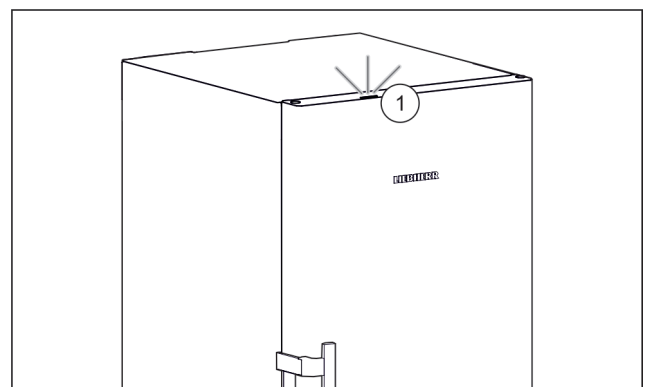

Fig. 4
Als u het apparaat in gebruik neemt, is het statuslicht Fig. 4 (1) af fabriek gedeactiveerd.